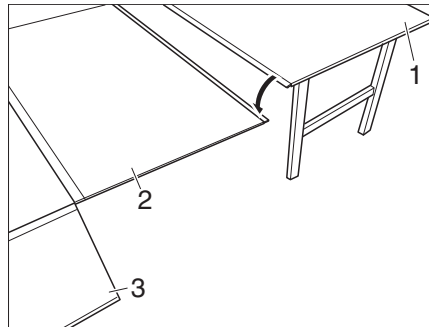
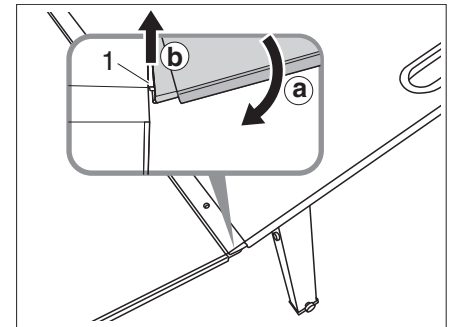

Figura 29 Enganchar la extensión de la mesa
Figura 30 Enganchar la mesa
- Colocar la extensión de cama (Figura 29,2) al raíl (Figura 30,1) de la Campbox y mover hacia abajo (Figura 30,a).
- Levantar ambos raíles en el punto de conexión (Figura 30,b). De esta manera los raíles encajan entre sí.
- Enganchar la mesa (Figura 29,1) en la extensión de mesa (Figura 29,2) de la misma manera (Figura 30).